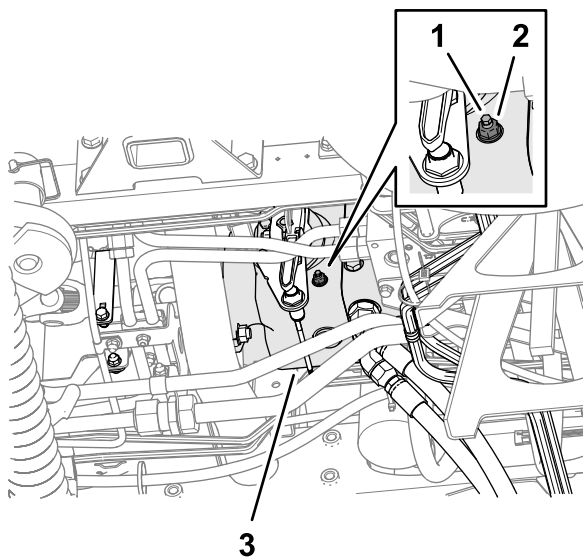

Bild 136
3. Lösen Sie von der Unterseite der Maschine aus und auf der rechten Seite der Traktionspumpe die Sicherungsmutter, mit der die Schraube zur Einstellung der Leerlaufrückstellung befestigt ist (Bild 136).